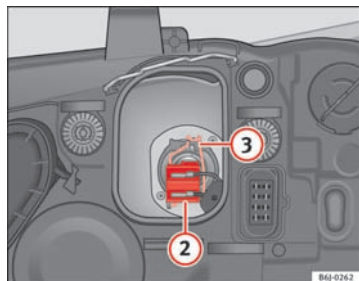

Fig. 154 Nærlys
- Træk stikket ⇒ Fig. 154 ② af pæren.
- Tag fjederen ⇒ Fig. 154 ③ af ved at trykke den ind og dreje mod højre.